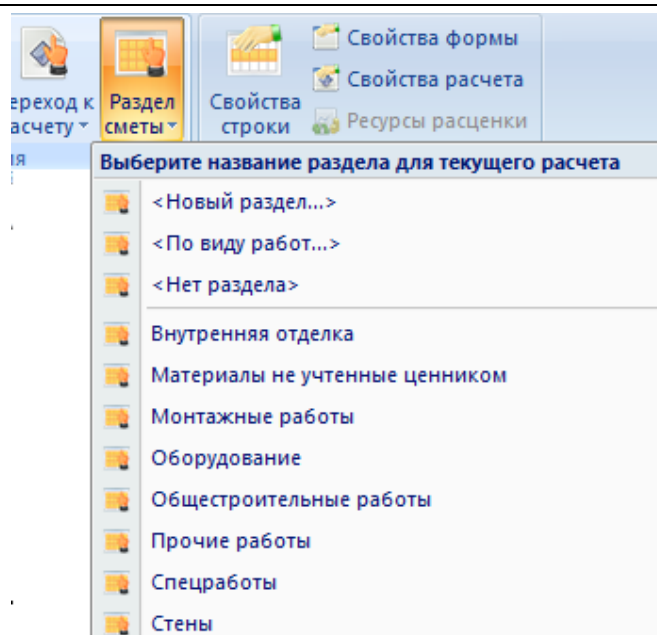

Рис. 8.6 Выбор названия раздела
- Щелкнуть мышью по любой строке таблицы затраты. При помощи команды **Раздел Сметы** (рис. 8.6), расположенной на вкладке **Главная**, выбрать из списка нужное наименование. Для ввода нового наименования выбрать пункт <Новый раздел> и в открывшемся диалоговом окне ввести наименование раздела.